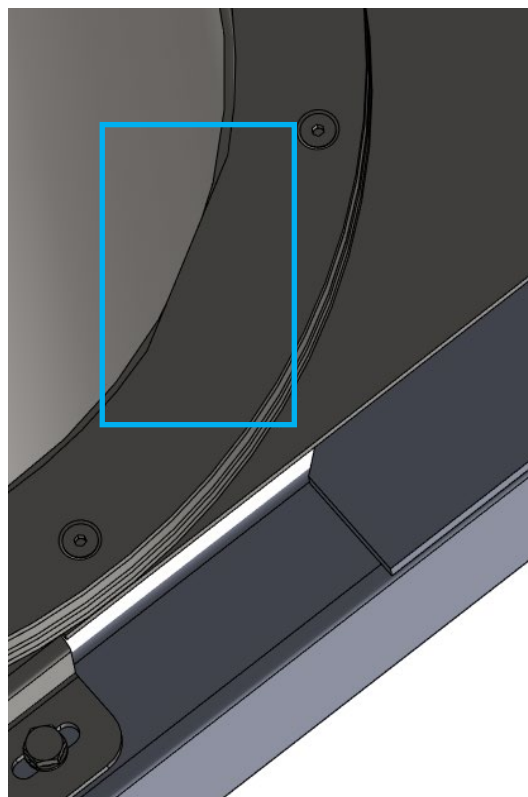

Abbildung 10: Korrekte Positionierung des Hobbock-Behälters im Fassuntersatz
6. **WICHTIG:** Die Spannkraft des Schnellspanners muss ausreichend hoch sein, damit der Falz des Hobbock-Behälters wie in Abbildung 10 gezeigt in den Fassuntersatz geschoben wird und dadurch ein Herausfallen des Hobbock-Behälters beim Rühren verhindert wird.